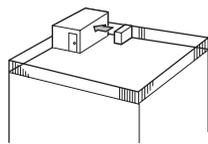

Fig. 2-3
- ① Posizionare la bocca di uscita dell'aria verso la parete più vicina, mantenendola a circa 500 mm di distanza dalla parete. (Fig. 2-3)